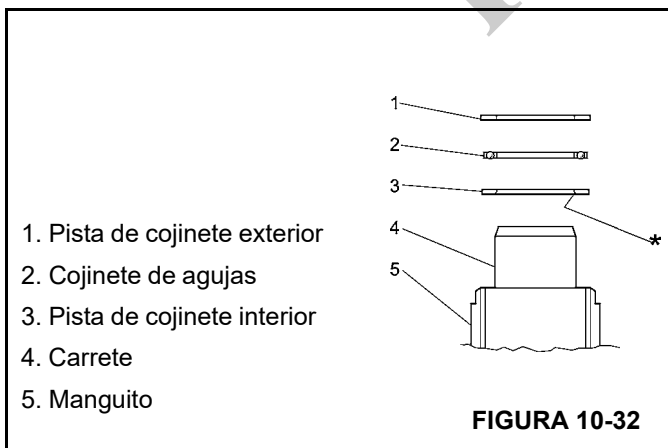
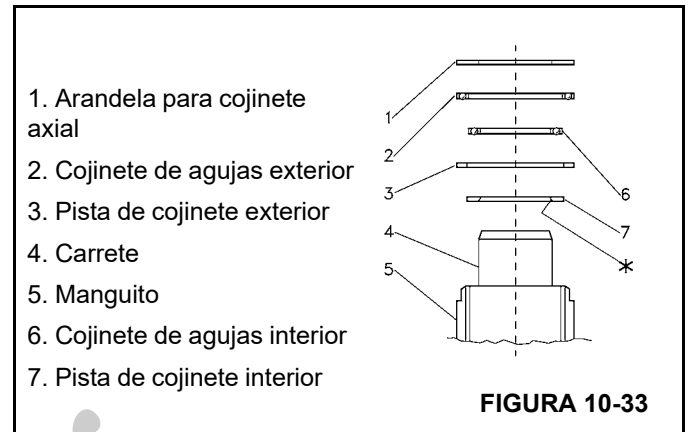

FIGURA 10-32
FIGURA 10-33
- Instale las pistas de cojinete y los cojinetes de agujas como se ilustra en la Figura 10-32 o en la Figura 10-33.